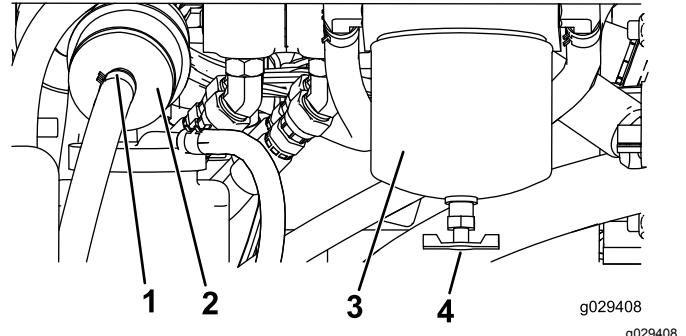

Figura 51
1. Individuate il filtro carburante sul lato posteriore del motore (**Figura 51**) e posizionate un recipiente pulito sotto di esso.
1. Individuate i filtri carburante sul lato destro del motore (Figura 51) e posizionate un recipiente pulito sotto di esso.
2. Pulite la superficie circostante la scatola del filtro (Figura 51).
3. Rimuovete la scatola del filtro e pulite la superficie di montaggio (Figura 51).
5. Installate a mano la scatola del filtro finché la guarnizione non tocca la superficie di appoggio, poi ruotatela per un altro $\frac{1}{2}$ giro (Figura 51).
6. Individuate il filtro in linea dietro la scatola del filtro del carburante (Figura 51) e osservate la direzione della freccia del flusso sul lato del filtro in linea.
7. Aprite i fermi su ciascuna estremità del filtro in linea ed estraete i flessibili (Figura 51). Gettate via il filtro.
8. Fate scorrere i flessibili sull'estremità di un nuovo filtro (Figura 51), verificate che la freccia sul filtro sia posizionata nella stessa direzione di quella sul vecchio filtro.